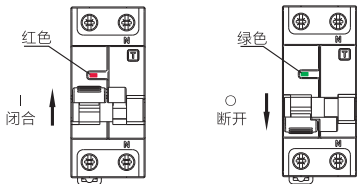

图2 闭合、断开状态指示
5.1 安装前先检查断路器标志与所使用的工作条件是否符合；断路器闭合、断开状态指示如图2